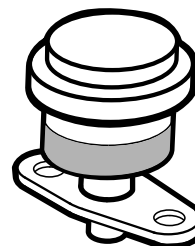

Figure 47
Faites l'entretien du préfiltre du filtre à air uniquement quand l'indicateur de colmatage (Figure 47) indique que cela est nécessaire. Changer le filtre à air prématurément ne fait qu'accroître le risque de contamination du moteur par des impuretés quand le filtre est déposé.
1. Contrôlez l'indicateur de colmatage du filtre. Si l'indicateur est rouge, le filtre à air doit être remplacé (Figure 47).